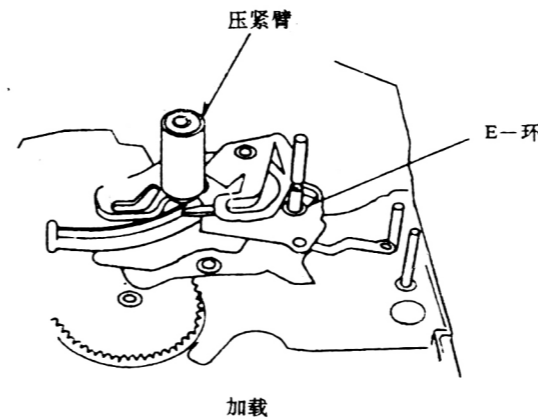
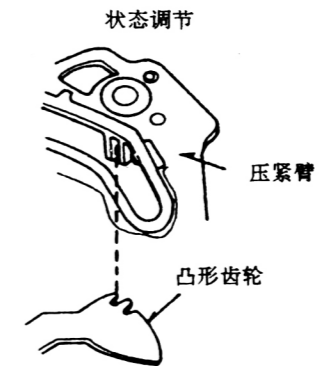

图 1-3-38
图 1-3-39
3. 如图 1-3-38 和图 1-3-39 所示, 安装好压臂后, 插入 E 型金属环。